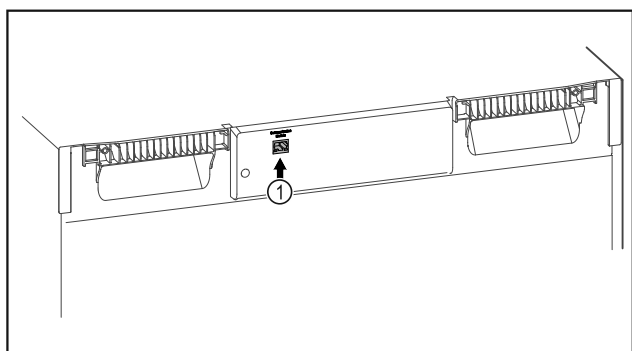

Fig. 138
- SmartModule Fig. 138 (1) 已使用。